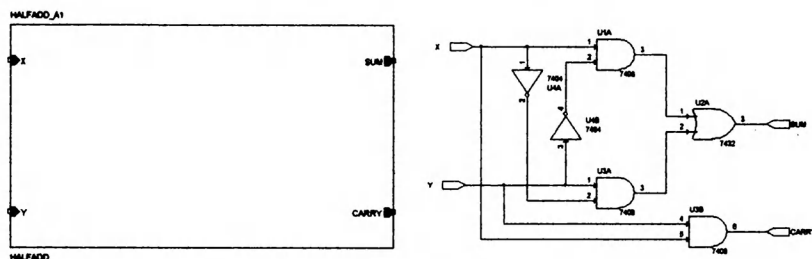

Рис. 18.11. Проверка правильности иерархического блока
**Примечание.** Для того чтобы проверить, является ли иерархический блок правильным, выделите его, щёлкните правой кнопкой мыши на блоке и выберите *Descend Hierarchy*. Должна появиться ранее созданная схема полусумматора (рис. 18.11).